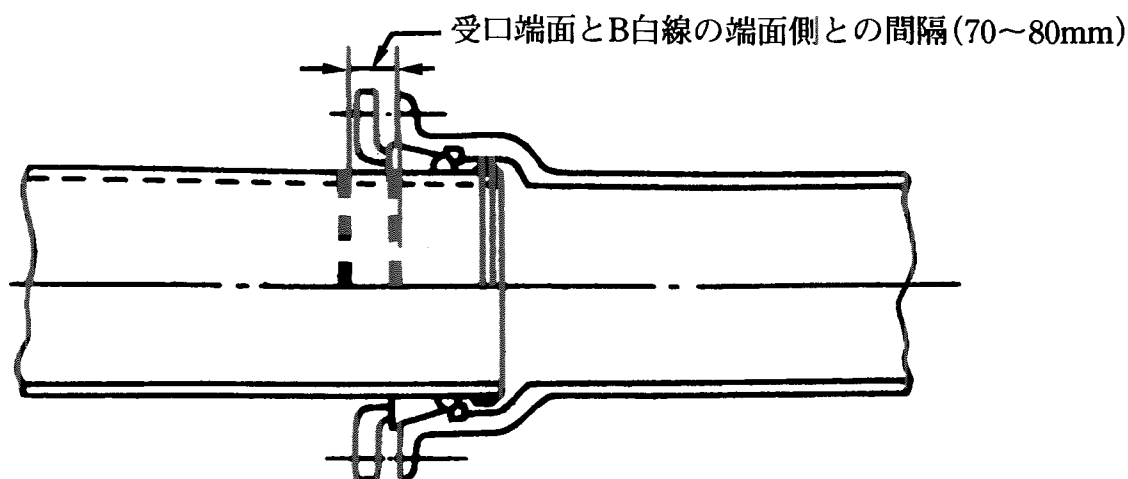

図14 挿し口の位置
- (1) ボルトにナットをはめ、ラチェットレンチ、スパナなどで仮締めする。その際、受口端面とB白線の端面側との間隔が図14に示す寸法になるよう修正する。